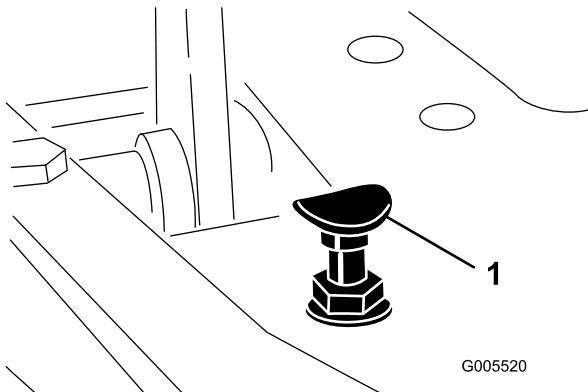

図 48
モードレバーを移動走行位置にセットし、ペダルを一杯に踏み込めば最高速度となります。ケーブルに張力が掛かる前にペダルがストップ図 48 に当たる場合には調整が必要です。
- モードレバーを移動走行位置にセットし、ペダルストップを固定しているロックナットをゆるめる図 48。